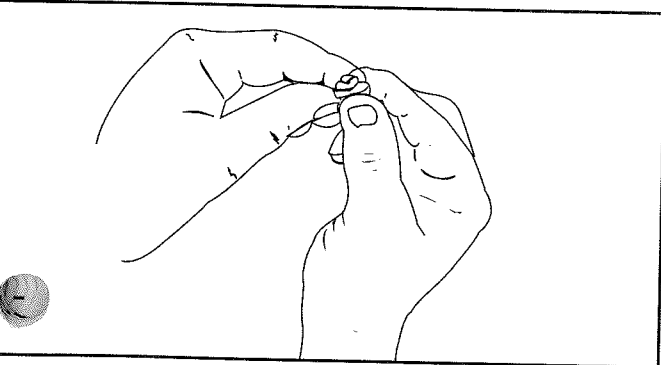

Fig. 27
5. Pressez le filtre afin d'étaler l'huile et d'éliminer l'excès d'huile (Fig. 27).